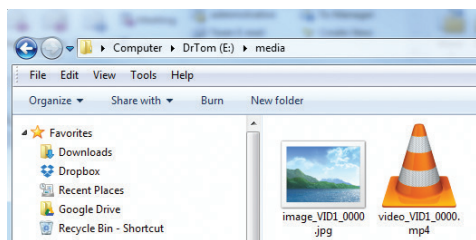

Abbildung 19. Medienverzeichnis
- Wenn ein USB-Gerät für die Datenspeicherung verwendet wird, werden alle Bilder als MP4-Dateien in einem Medienverzeichnis gespeichert. Um aus dem Medienverzeichnis heraus zu drucken, muss der Benutzer die Verzeichnisstruktur kennen und wissen, wie er zu dem Verzeichnis gelangt (Abbildung 19).